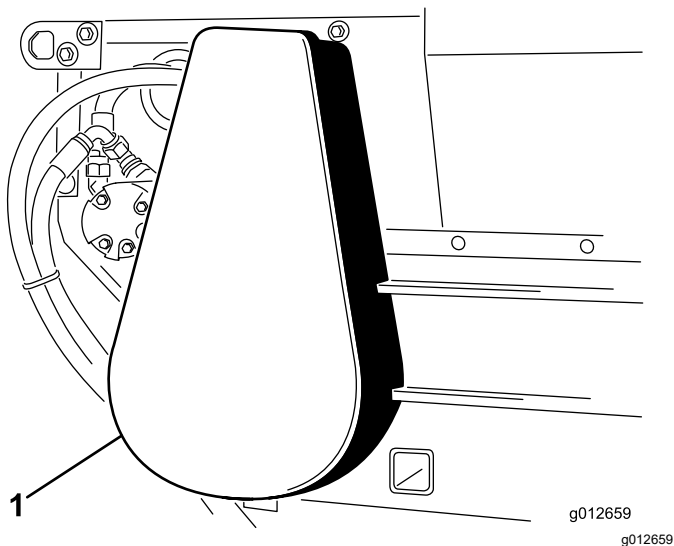

**Figura 29**
2. Retire el eslabón maestro de la cadena y retire la cadena del piñón pequeño (Figura 29).